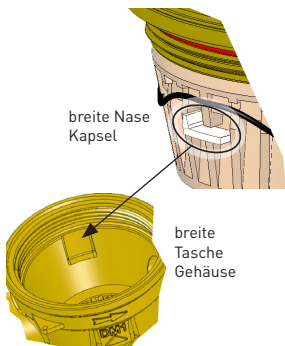

Bild 5 (Verdreherschutz)
- Trockenkapsel in die Vormontage einsetzen → **FLIESSRICHTUNG BEACHTEN!** Den breiten Verdreherschutz (breite Nase) der Trockenkapsel in die dafür vorgesehene breite Gehäusenut (breite Tasche) einsetzen (Bild 5).